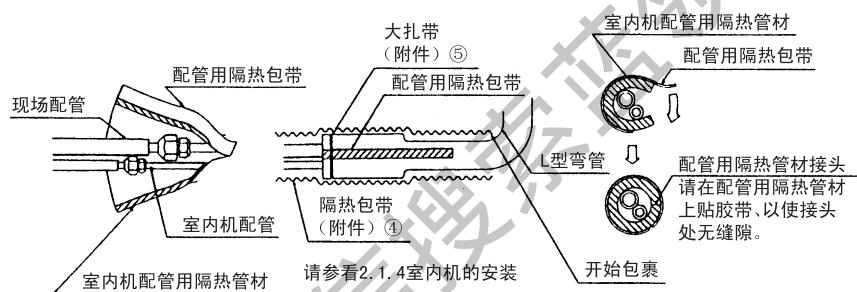

图15
- 检查无漏气后, 请用附件中的配管用隔热管材和隔热包带④对配管连接部进行周密的隔热。隔热包带④必须从 L型弯管一直包裹到机器内。(请参看图 15)